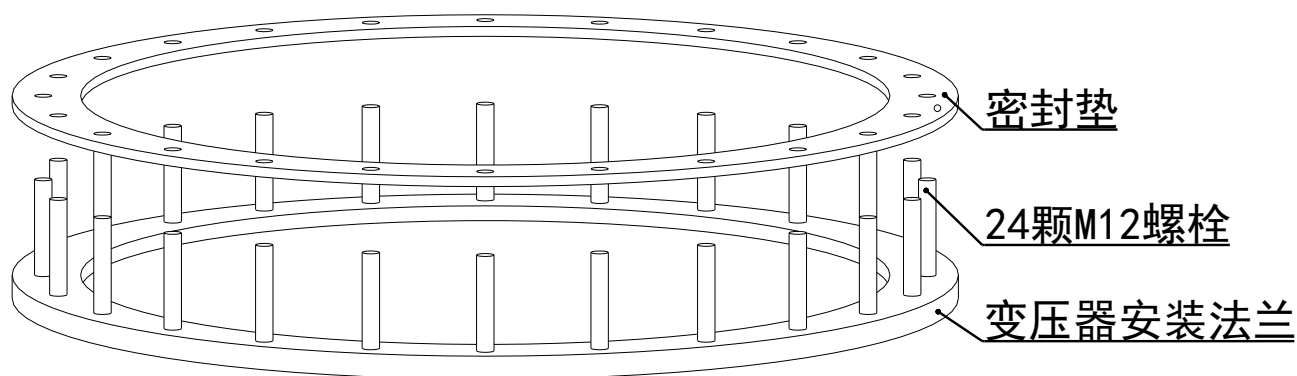
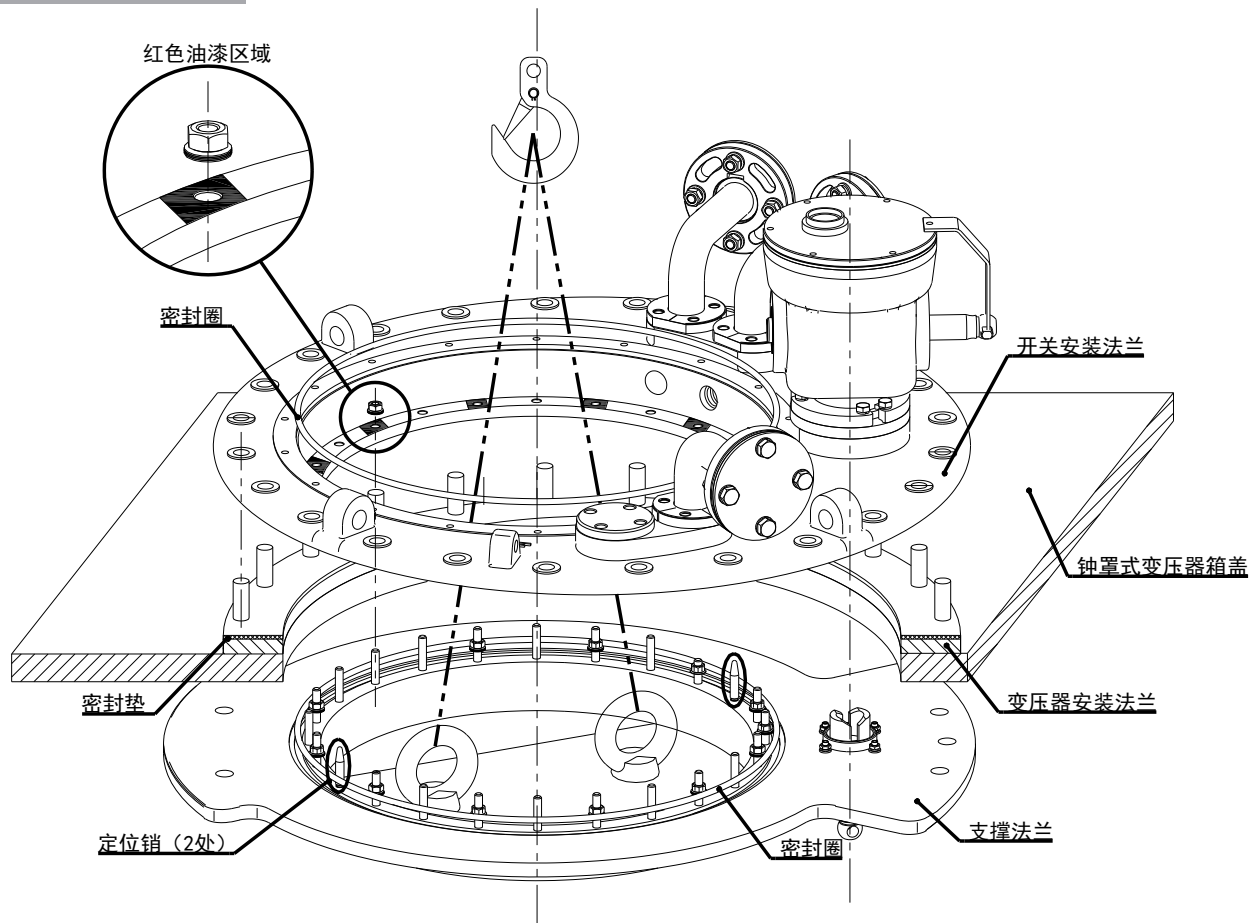

图 5-13 变压器箱盖处螺栓及密封垫
图 5-14 开关顶部各法兰与变压器箱盖对应示意图
3. 分接开关安装法兰安装前，擦净密封面，在变压器安装法兰上安放密封垫（见图 5-13），并将分接开关安装法兰固定在变压器安装法兰上（见图 5-14）。
4. 通过起吊方式将切换开关支撑法兰与安装法兰连接。安装到位后拧紧法兰圈上的红色油漆区域螺栓。（见图 5-14）